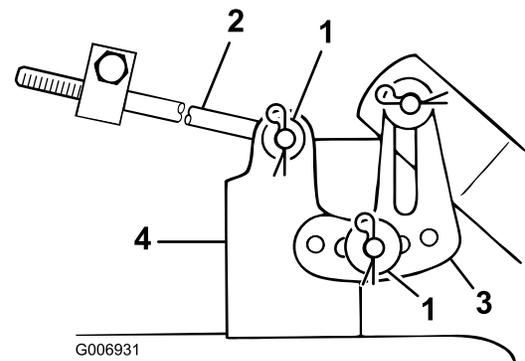

Figura 40
- Retire el pasador y la arandela del extremo de la varilla larga (Figura 40). Retire la varilla del soporte del cortacésped.
- Retire el pasador y la arandela del soporte de nivelación del cortacésped (Figura 40). Retire el soporte del perno de montaje. Coloque la arandela y el pasador para que no se pierdan.